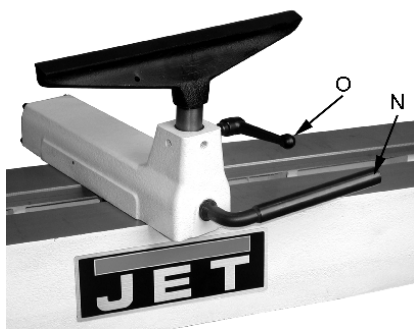

Рис. 18
Установите стальной подручник как можно ближе к заготовке и зафиксируйте его с помощью рычага (N, рис. 18). Установите высоту примерно на 3 мм выше от высоты центров и зажмите фиксирующую рукоятку (O).